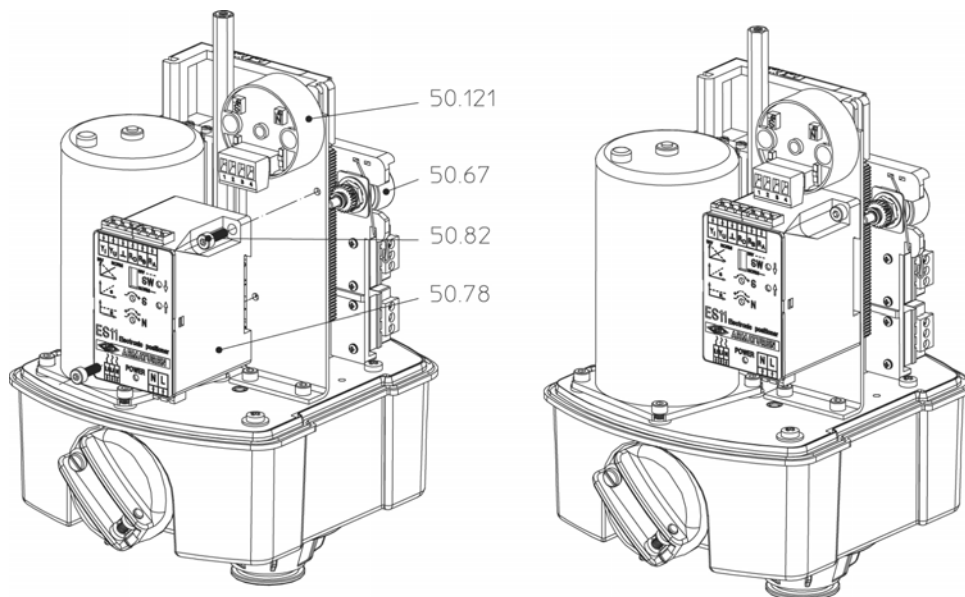

Рис. 27: Одновременная установка RI32 / ES11 в ARI-PREMIO 2,2 - 5 кН
- Смонтируйте RI32 и ES11 с помощью крепежного комплекта в соответствии с Рис. 27